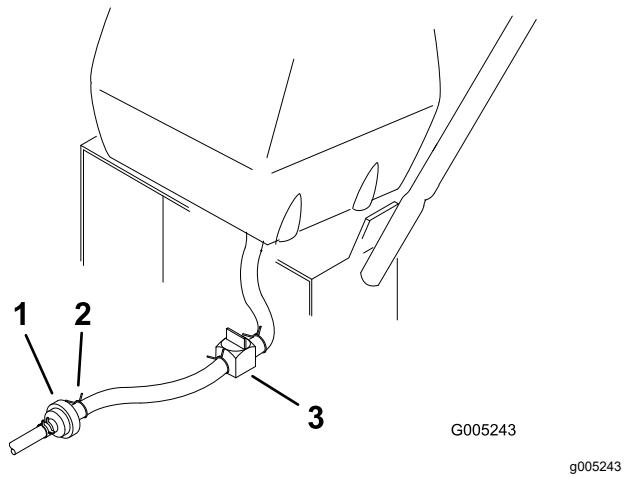

Bild 23
3. Schließen Sie den Kraftstoffhahn am Kraftstofftank (Bild 23).
4. Drücken Sie die Enden der Schlauchklemme zusammen und schieben Sie sie an der Kraftstoffleitung entlang, vom Kraftstofffilter weg (Bild 23).
5. Ziehen Sie die Kraftstoffleitung vom Kraftstofffilter (Bild 23).